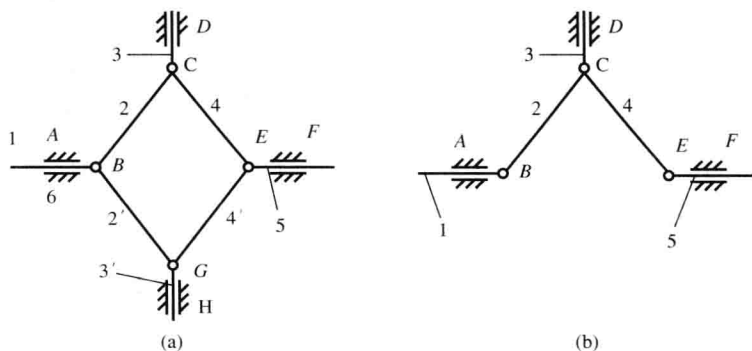

图 1-6 重复传动构成的虚约束
(3) 两构件间有重复传动关系,如图1-6(a)中构件1,5间作用相同的传动,可以去除构件2',4',3'杆和相关转动副如图1-6(b),而传动不受影响。